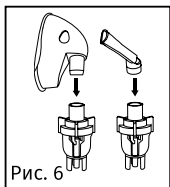

Рис. 6
8. Надежно соединить маску или загубник с небулайзерной камерой (рис. 6).